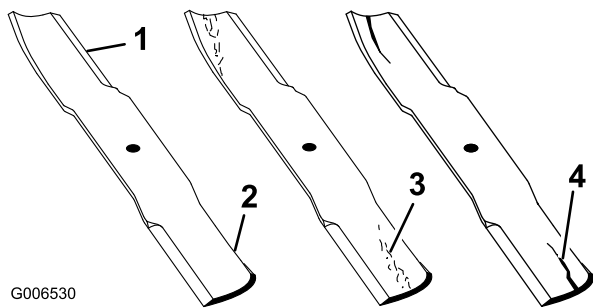

Figura 31
2. Verificate accuratamente i taglienti, con particolare attenzione ai punti d'incontro delle sezioni piatta e curva della lama (Figura 31). Sabbia e materiali abrasivi possono consumare il metallo che connette le sezioni piatta e curva della lama, per cui si consiglia di controllare la lama prima di usare la macchina. Se notate che la lama è consumata (Figura 31), sostituirla; vedere Rimozione della lama.
Se continuate ad usare la lama usurata, si forma una scanalatura tra la costa e la sezione piatta della lama (Figura 31). Alla fine, un pezzo di lama può staccarsi e venire lanciato dal sottoscocca, con il rischio di ferire gravemente voi o gli astanti.